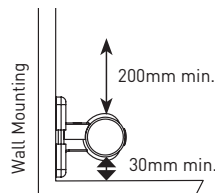

Fig.4
- Dejar las distancias mínimas debajo y encima del calentador como se indica en la [Fig.4]